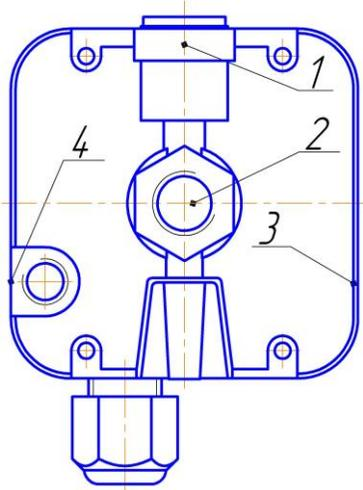

Рис. 1 Расположение вводов присоединения давления
5.1. Конструкцией датчика предусмотрена возможность измерения избыточного (перепада) давления (рис.1).